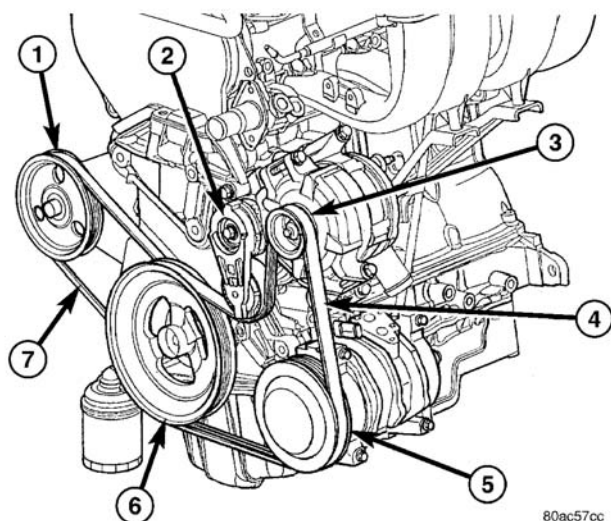

图7 附件驱动皮带-2.4L
(1) 将皮带安装到除曲轴外的所有皮带轮上（图 7）。
(3) 验证皮带与所有的皮带轮正确绕制并啮合（图 7）。
(1) 将皮带安装到曲轴和动力转向泵皮带轮上(图7)。